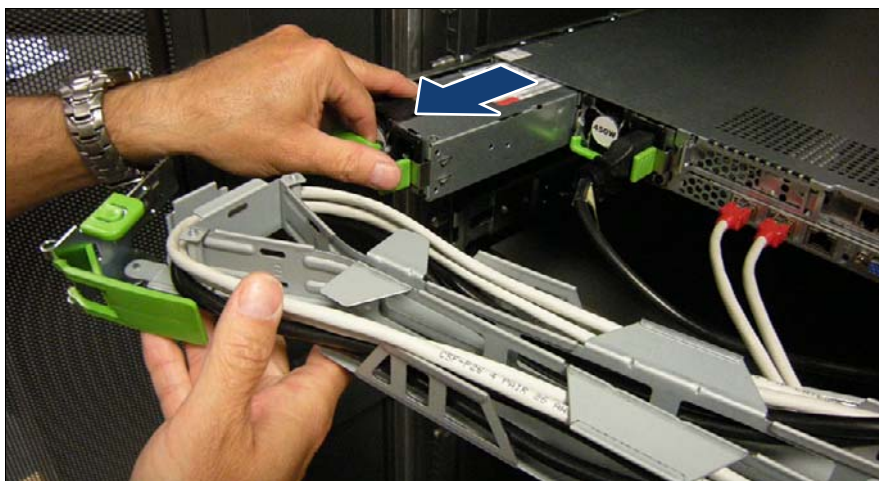

図 28: 電源ユニットの取り外し
- ▶ 電源ユニットを取り外し（図 28 を参照）、新しい電源ユニットを慎重に取り付けます。